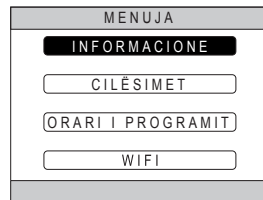

fig. 15
2. Shtypni butonin . DO të shfaqet menuja e "fig. 15"